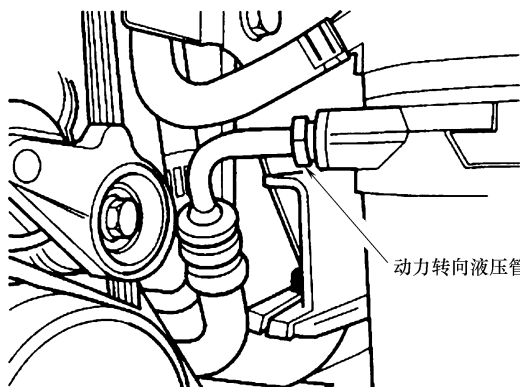

图 9-3 从动力转向泵上断开液压管路
5) 从动力转向泵上断开动力转向液压管路。如果操作过程中有油液泄漏，要立即清洁，并密封住动力转向泵上的油路接口和液压管路，如图 9-3 所示。